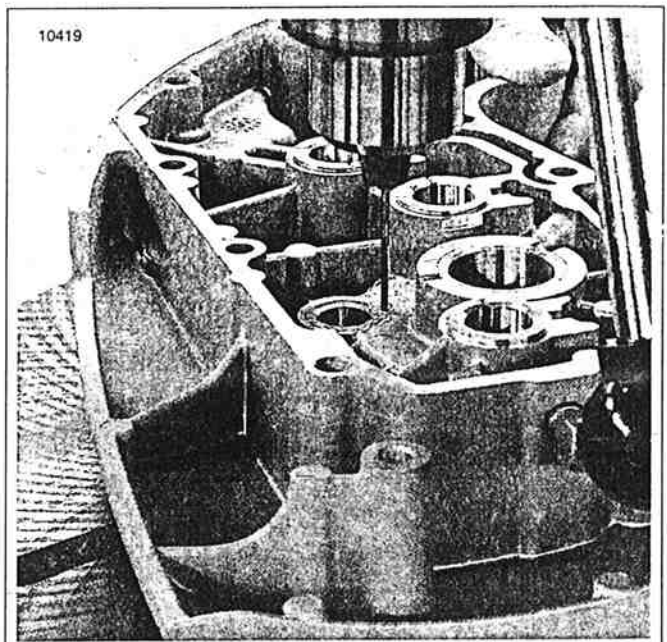

Figura 3-85. Perforación del agujero del pasador de localización del buje de piñón en la cubierta de la caja de cambios
2. Vea la Figura 3-85. Aunque el buje original del engranaje de piñón no tiene pasador, el buje de repuesto debe asegurarse contra una posible rotación dentro del diámetro interior de la cubierta instalando un pasador de localización. Perfore un orificio N° 31 con 7,14 mm (0,281 pulg.) de profundidad en la parte superior del reborde (el lado que está hacia la parte superior de la cubierta de la caja de cambios), centrando la broca de la perforadora en el círculo de la cubierta del diámetro interior (la mitad del orificio es perforado en el diámetro exterior del buje y la mitad en el diámetro interior del diámetro interior de la cubierta).